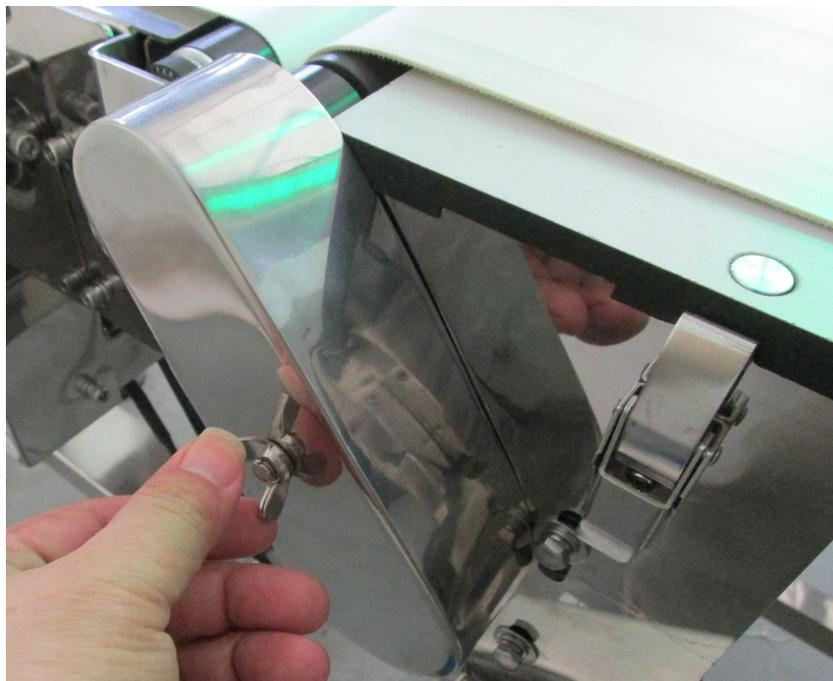

图 4-9 拆下同步带罩壳
1) 拆下输送装置侧面的同步带盖板（图 4-9），保管好拆下的盖板和固定螺丝。